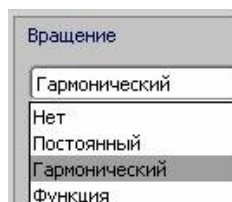
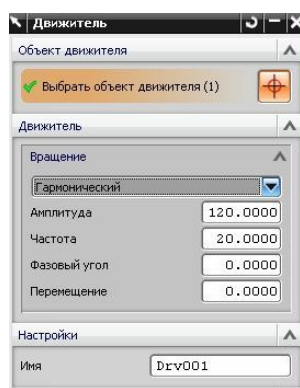
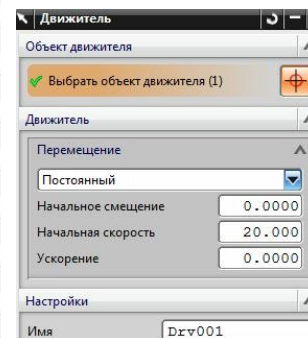

рис.32
рис.33
рис.35
•После указания конкретного Узла (а таким узлом могут быть Вращательный шарнир, Ползун, Точка на кривой) диалоговое окно рис.30 несколько изменится. А именно, для Вращательного шарнира – как на рис.33. А для Ползуна – как на рис.35.
•В диалоговом окне рис.33, или рис.35 можно уточнить – какой именно тип Движителя вы хотите применить к указанной кинематической паре (рис.32), и можете задать для него все необходимые параметры (рис.33, 35). Можете даже придумать этому Движителю оригинальное имя.